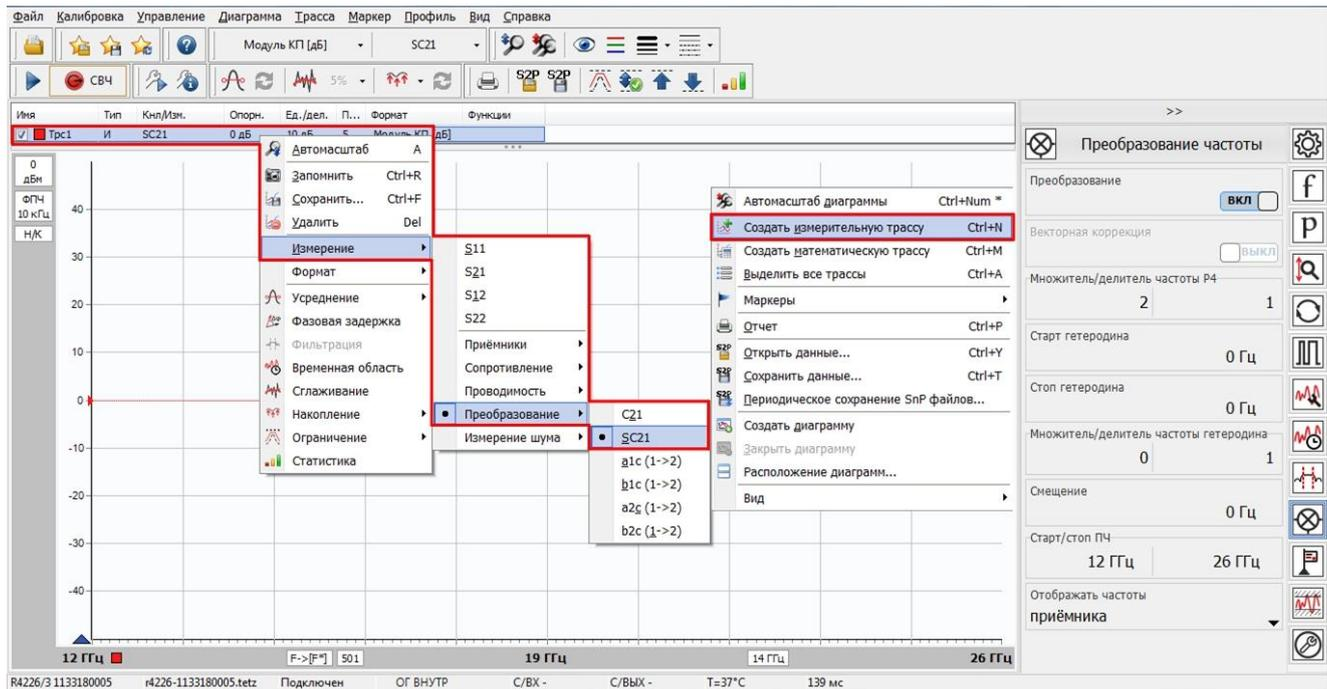

Рис. 12. Создание измерительной трассы для коэффициента преобразования SC21
13. Создать измерительную трассу для коэффициента преобразования  $SC_{21}$ , рис. 12.